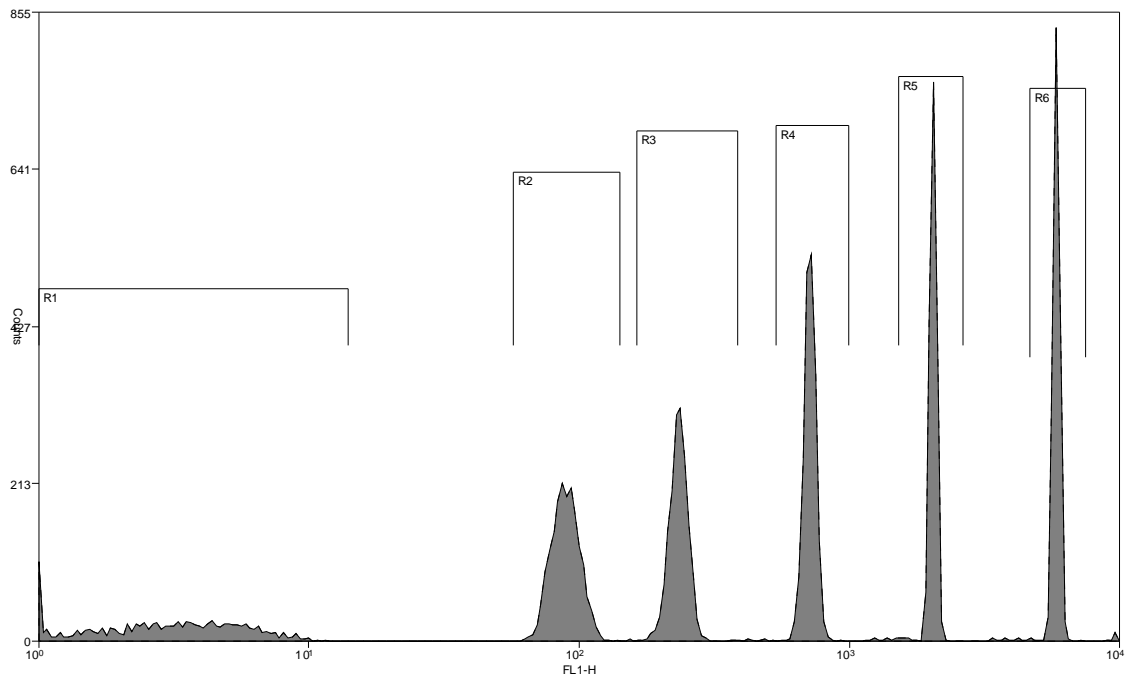

Abb. 2. Histogramm von FluoroSpheres Kügelchenpopulationen.
9. Sechs verschiedene Fluoreszenzintensitäts-Spitzenwerte sollten auf dem in Frage kommenden Fluoreszenzkanal erkennbar sein (siehe Abb. 2).
Einzelne Marker oder Regionen werden verwendet, um jede der 6 Kügelchenpopulationen der Kalibrierungskügelchen zu definieren (siehe Abb. 2). Die Regionen werden verwendet, um das MFI für jede Kügelchenpopulation zu bestimmen.